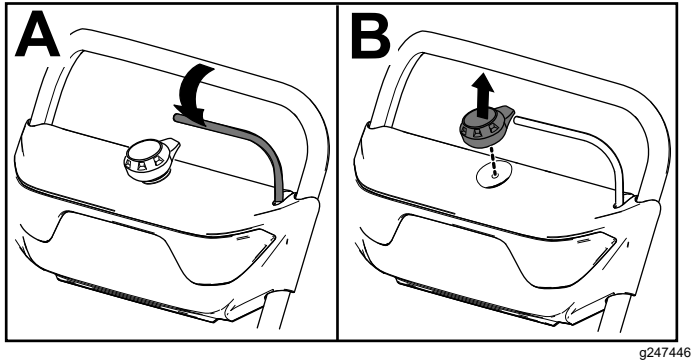

Figure 12
1. Relâchez la barre (A de Figure 12).
2. Retirez le bouton de démarrage électrique du démarreur électrique (B de Figure 12).